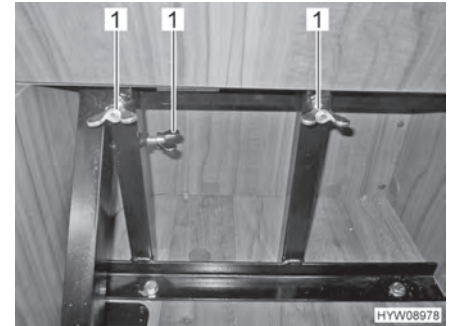

Bild 18 Säkra den hopfällbara stolen med vingmutter
- Säkra den hopfällbara stolen med vingmutter (Bild 18,1).